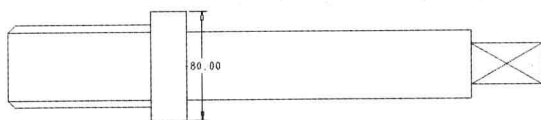

图 3-79 输入负尺寸
Step 03 执行操作后，单击鼠标中键，即可完成负尺寸的输入，如图 3-79 所示。